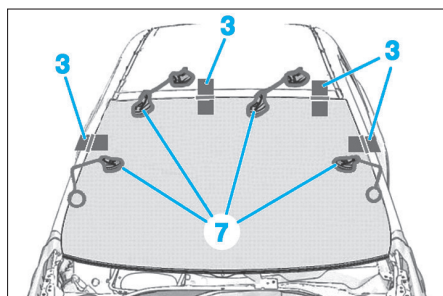

FIG. 14
- Appliquer le cordon de colle sur le pare-brise avec une hauteur (F) de 13 mm.
- A l'aide d'un outillage de maintien (7) où équivalent, apposer le pare-brise et le positionner grâce aux bandes adhésives témoins (3) (**Fig.14**).